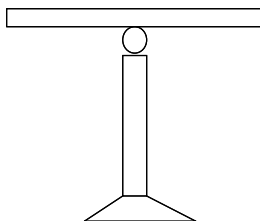

图 1a
- 5. 俯仰(Zenith)角度定义：0° 如图 1a 所示，45° 如图 1b 所示